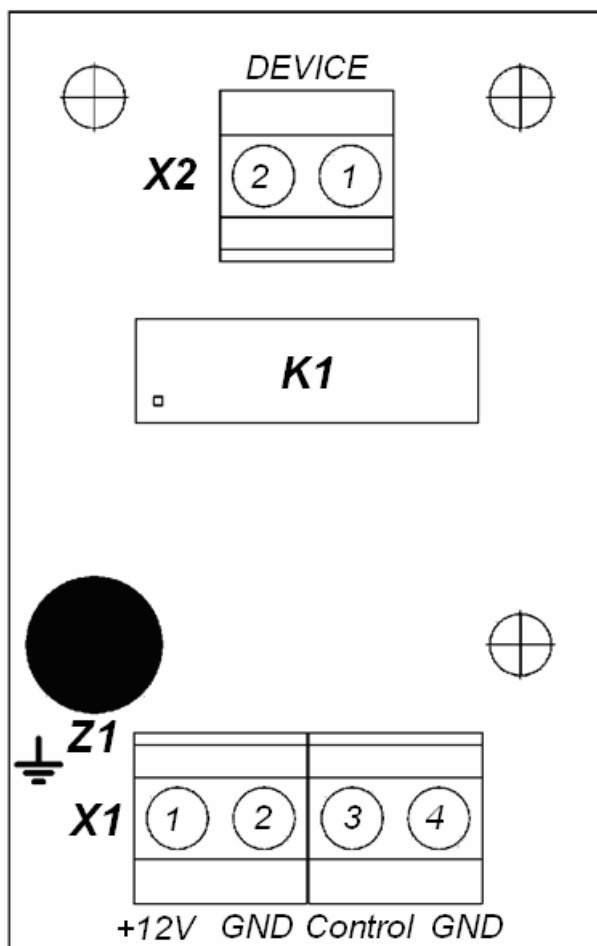

Рисунок 3. Внешний вид платы
- На плате стойки расположены (см. рис. 3):
Для блокировки прохода необходимо подать напряжение питания на стойку, а контакты «*Control*» и «*GND*» замкнуть с помощью кнопки или устройства аварийной разблокировки (схема с управляющим реле) либо подать на них сигнал низкого уровня (схема с открытым коллектором). В этом случае на электромагнит через реле K1 на плате (см. рис. 3) подается напряжение.